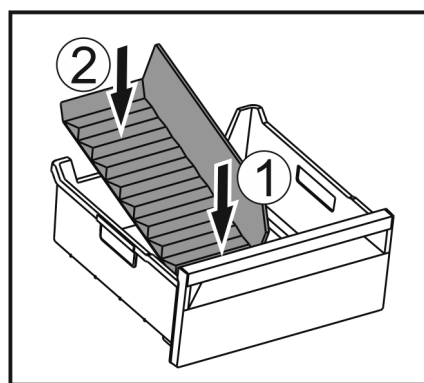

Fig. 232
- ▶ Vložte přední část přepážky přihrádky na led. Fig. 232 (1)
- ▶ Zadní část přepážky přihrádky na led spusťte až na dno zásuvky. Fig. 232 (2)